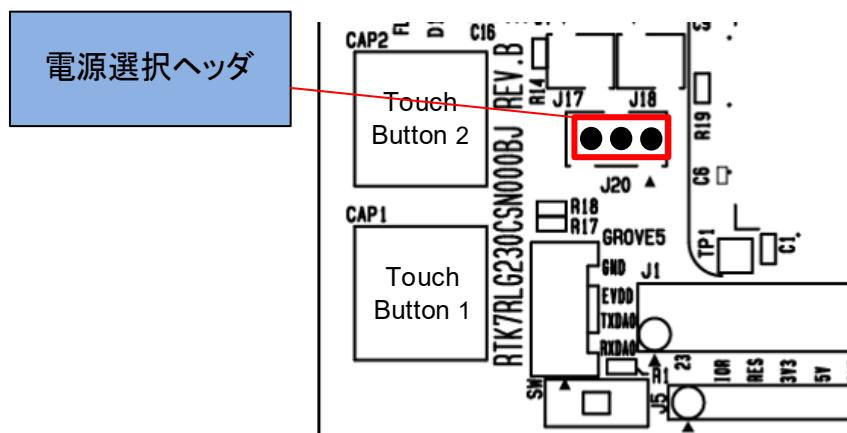

図 8-12: エミュレータ/外部電源使用時のヘッダ設定(部品面)
- ・ J20 オープン : エミュレータ/外部電源供給を選択。 (図 8-12)